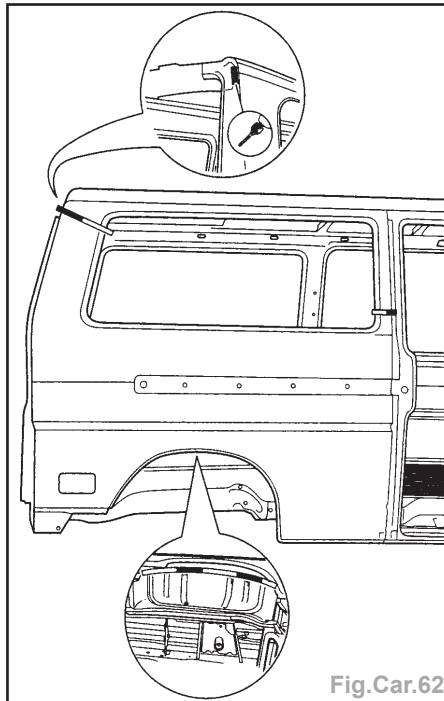

Fig.Car.62
- Tenir compte de la zone de découpe du passage de roue (Fig.Car.62).